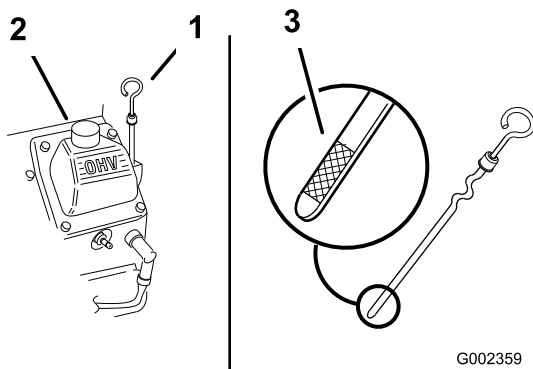

Figura 16
2. Limpe a zona em redor da vareta de óleo (Figura 16), para evitar que entre sujidade no orifício de enchimento e possíveis danos no motor.
3. Retire a vareta, limpe-a e volte a colocá-la até ser completamente introduzida (Figura 16).
O nível do óleo deve estar acima da marca Cheio na extremidade metálica da vareta (Figura 16).
5. Se o nível de óleo se encontrar abaixo da marca Cheio da vareta, retire a tampa do tubo de enchimento (Figura 16) e adicione óleo até que o nível atinja a marca Cheio. **Não encha demasiado.**